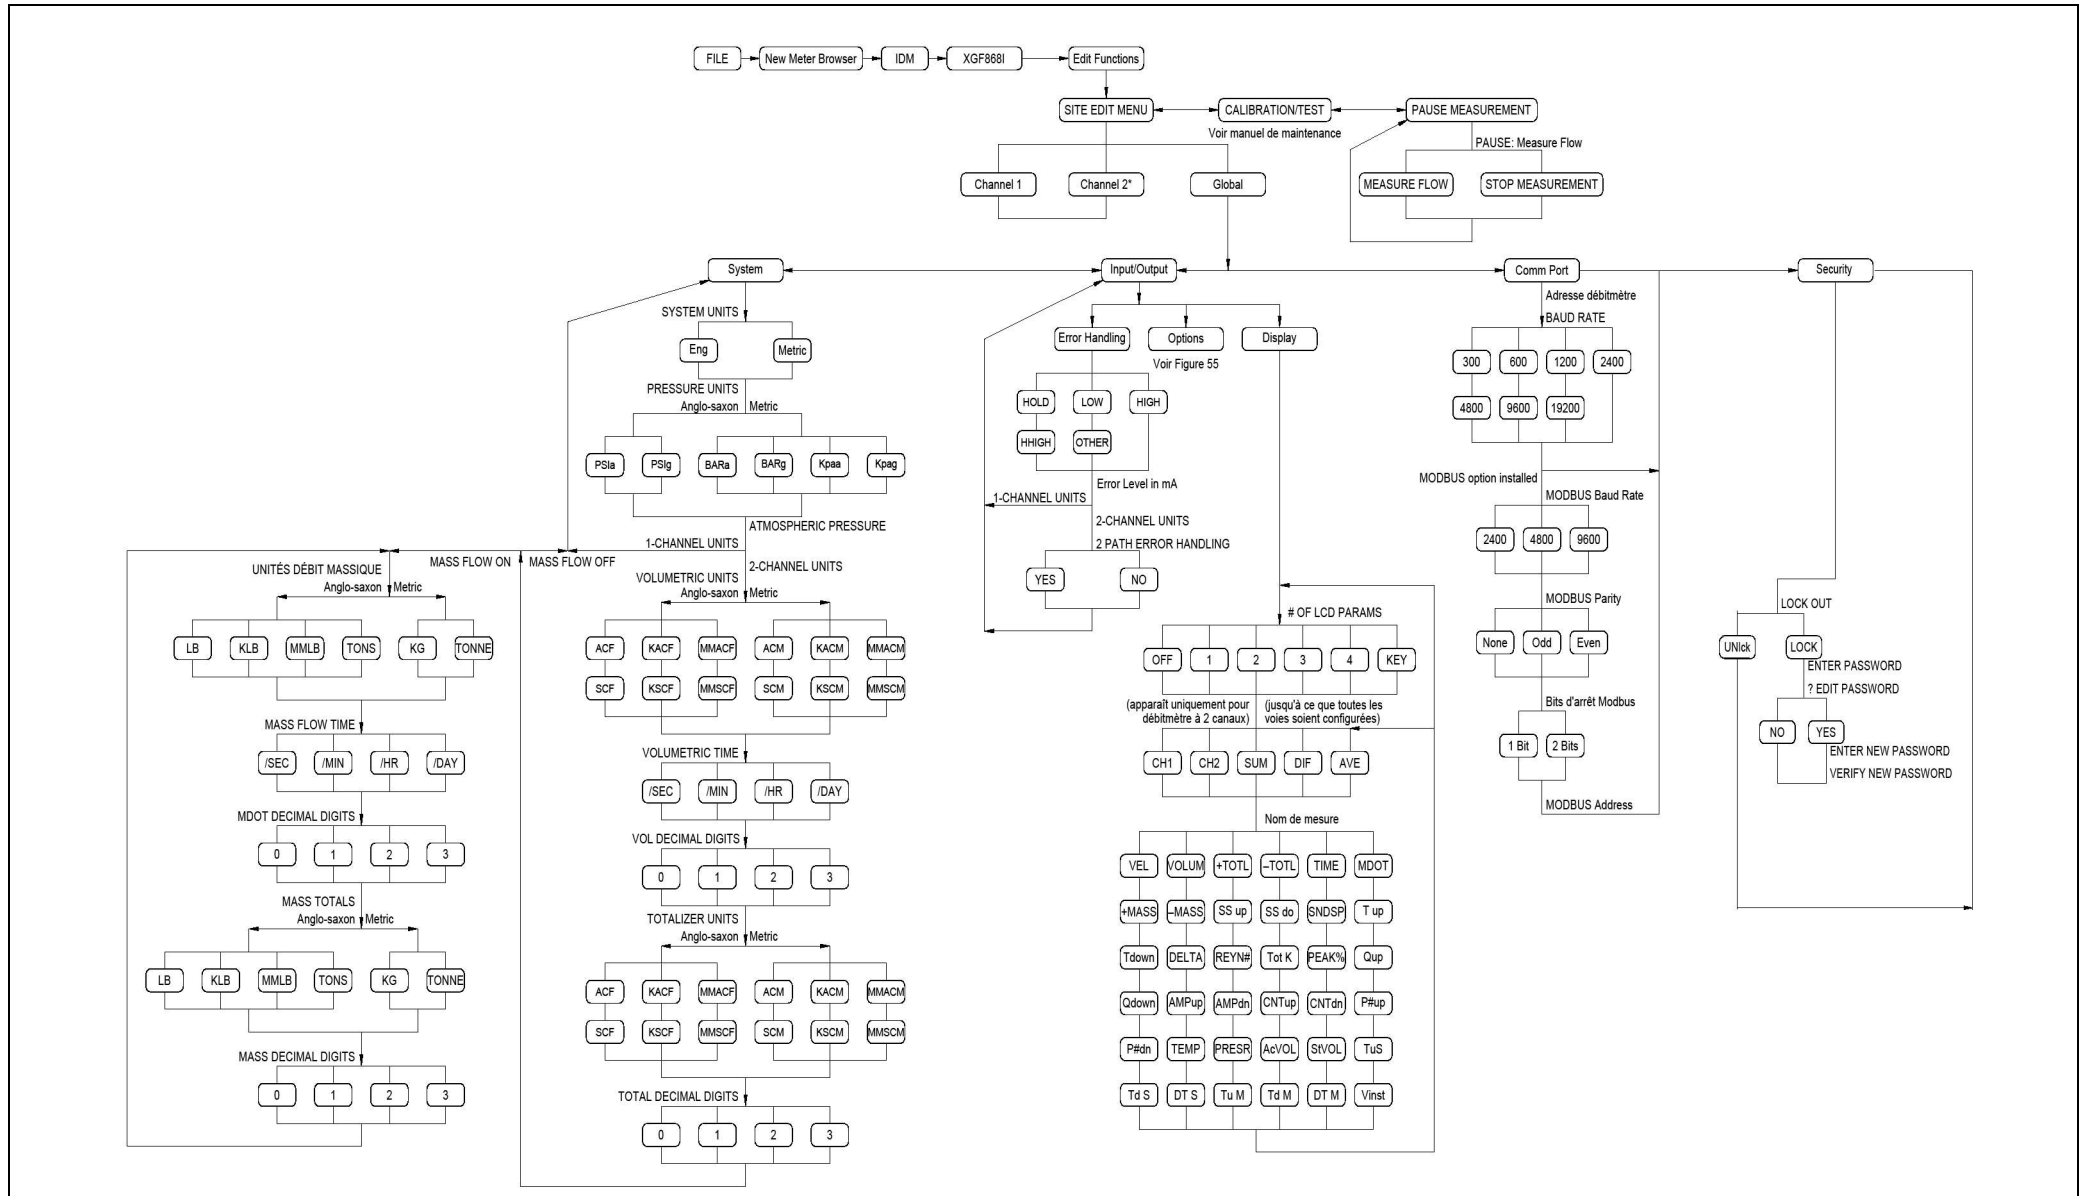

Figure 57: menu prog > GLOBL > SYSTM, /O et COMM de PanaView
Pendant l'exécution de cette procédure, reportez-vous à la structure des menus illustrée Figure 57 à la page 113.
- Figure 57, « "menus PROG > GLOBL > SYSTM, I/O et COMM de PanaView" », page 113